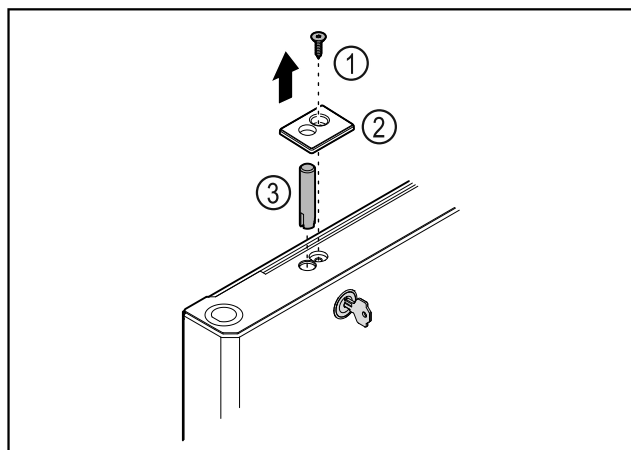

Fig. 45
- Retirar el tornillo Fig. 45 (1).
- Desencajar la cubierta Fig. 45 (2) con un destornillador pequeño y retirarla.
- Extraer el perno de cierre Fig. 45 (3).